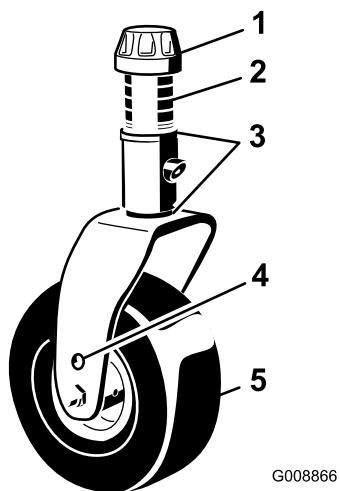
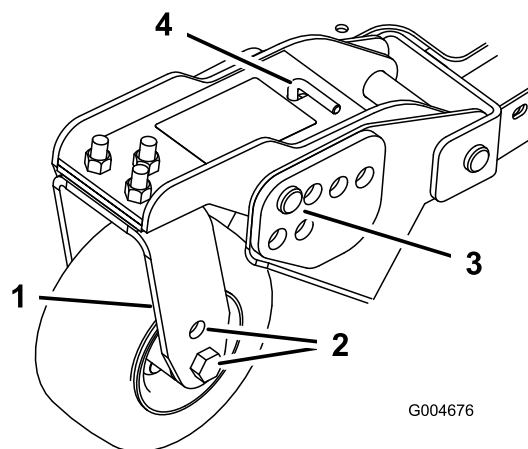

Figura 18
Figura 20
1. Coloque los ejes de las ruedas giratorias en el mismo taladro en todas las horquillas (Figura 18 y Figura 20).
2. Retire el casquillo tensor del eje y deslice el eje fuera del brazo de la rueda giratoria (Figura 18).
5. Retire la chaveta y los pasadores de los brazos de pivote de las ruedas giratorias (Figura 20).
6. Gire la varilla tensora para elevar o bajar el brazo de pivote hasta que los taladros estén alineados con los taladros seleccionados del soporte de ajuste de la altura de corte en el bastidor de la carcasa de corte (Figura 20 y Figura 21).